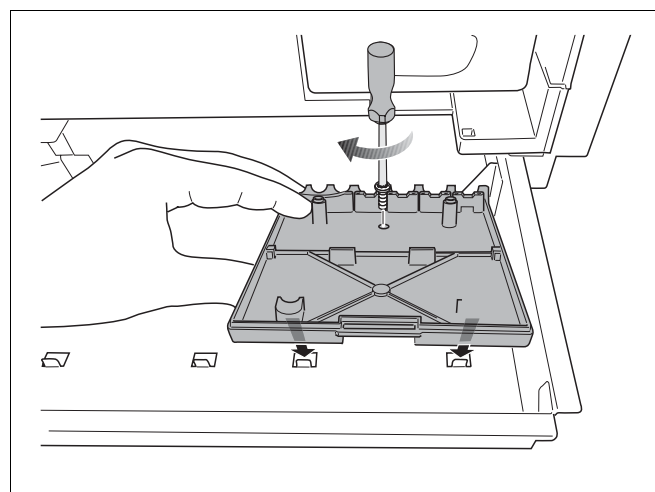

Fig. 45 Montați suportul de perete
- Montați suportul de perete (accesorii modul funcțional) la conectorul de extensie dorit al sertarului (Fig. 45).